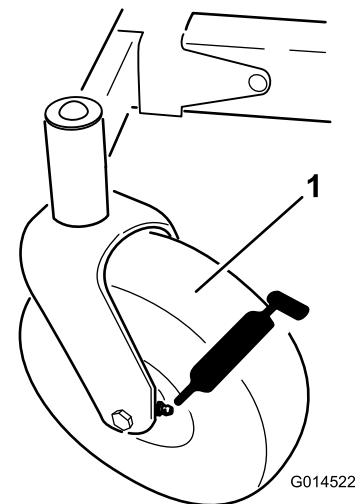
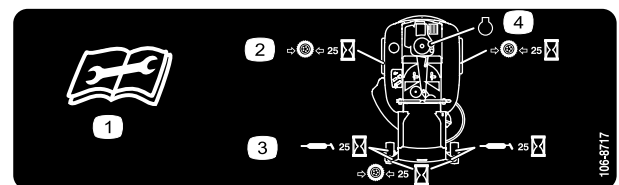

Figura 32
Figura 33
3. Limpie con un trapo los puntos de engrase (Figura 32) y (Figura 33). Asegúrese de rascar cualquier pintura que hubiera sobre los puntos de engrase.
4. Conecte una pistola de engrasar a cada punto de engrase (Figura 32 y Figura 33). Bombear grasa hasta que empiece a rezumar grasa de los cojinetes.